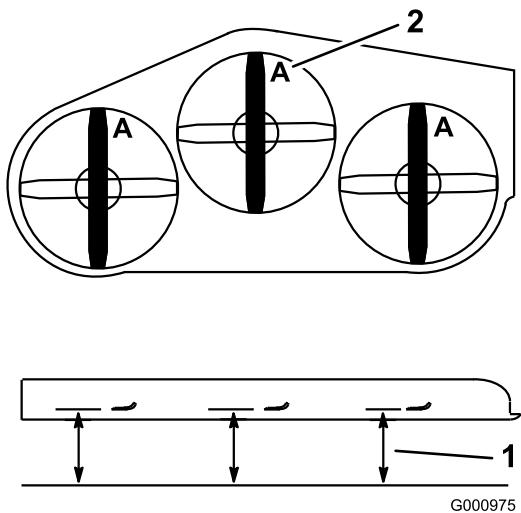

Figure 60
3. Tournez les lames dans le sens longitudinal. Mesurez la distance entre la surface plane et le tranchant (position A) des lames (Figure 60). Notez cette valeur. Pour les tabliers de coupe de 36 pouces, reportez-vous à la Figure 61.